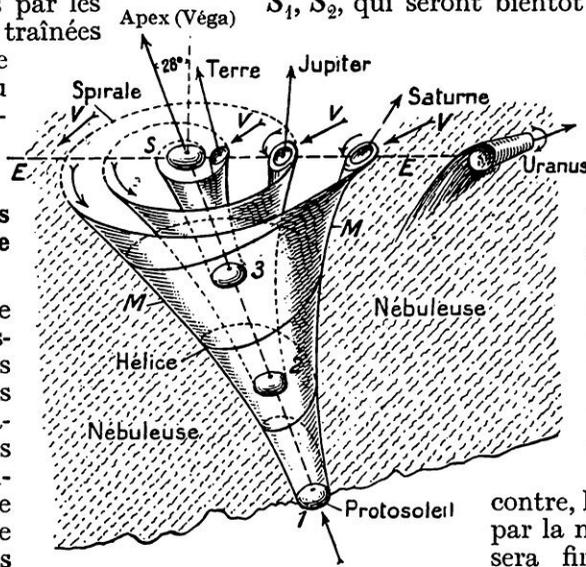
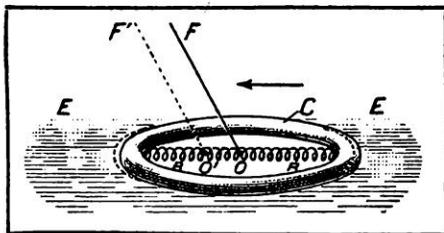

FIG. 13. — SCHÉMA DE LA FORMATION DU SYSTÈME PLANÉTAIRE PAR LE CHOC DU PROTOSOLEIL SUR LA NÉBULEUSE PRIMITIVE
FIG. 14. — EXPÉRIENCE DU CERCEAU FLOTTANT SUR L'EAU POUR EXPLIQUER LES EXCENTRICITÉS D'ORBITE
Tous les astres et systèmes sidéraux résultent du choc d'un sphéroïde gazeux S (fig. 13) en rotation sur une nébuleuse amorphe N, douée de translation et où le noyau S pénètre.
Comparons cette expérience avec la figure 13 représentant schématiquement la formation du système solaire primitif. La sphère gazeuse ou *protosoleil*, ayant un rayon égal à soixantedeux fois celui du Soleil actuel, heurte la nébuleuse N , le point de choc étant situé à 28° du pôle dans la direction de l'Apex (1) vers l'étoile Véga.
On voit sur la figure 13 que les courbes MM coupent l'écliptique EE sous des angles variés s'écartant de plus en plus de la direction de l'Apex. Or, ces angles sont précisément ceux que forment les axes de nos planètes avec l'axe de l'écliptique ; il y a donc une loi des inclinaisons des axes planétaires que voici :
n'ont jamais convaincu personne. Dans notre cosmogonie, la cause de la rotation directe des planètes voisines du Soleil est intuitive. En même temps, on comprend pourquoi, en général, il n'y a qu'une grosse planète par nappe ou anneau. La nébuleuse amorphe N a une composante de translation V d'arrière en avant (fig. 13), c'est-à-dire de sens opposé à la vitesse des nappes au moment où elles franchissent la ligne SE . La vitesse de celles-ci diminue par ce freinage ; elles ont donc tendance à tomber vers le Soleil, mais, rappelées en arrière de leur mouvement par l'attraction du reste de la nappe, elles s'enroulent dans le sens direct qui
Les excentricités d'orbite. — Mais pourquoi, dès l'origine comme actuellement, les planètes ne tournent-elles pas circulairement autour du Soleil, mais dans des orbites un peu excentrées (ellipses) ? Remplaçons la nappe circulaire par un cerceau C flottant sur l'eau (fig. 14), milieu résistant comme la nébuleuse ; remplaçons l'attraction du soleil O par des ressorts reliant au centre des points du cerceau. Puis, soumettons cet ensemble matériel à une traction oblique OF , par une corde attachée en O . Nous verrons OF se déplacer en $O'F'$, (ligne indiquée en pointillé) à cause de la résistance du cerceau au mouvement dans le milieu résistant : O' n'est plus au centre de cerceau. De même la translation S Apex est oblique au plan de tête des nappes planétaires (fig. 13). Il est évident qu'elles doivent être excentrées, leur centre de figure, à l'origine, étant à droite du centre solaire S , qui les entraîne dans l'espace.
Remarquons de suite que ces noyaux secondaires résultent d'un phénomène de *formation unilatérale* avec rotation, exactement comme celle des planètes du côté droit de la figure 13; d'autre part, la théorie que j'ai publiée en 1909 montre que les spires tournent dans le même sens que le noyau, et les mesures de Van Maanen ont confirmé nos prévisions seulement en 1916, alors que, jusque-là, tous les astronomes